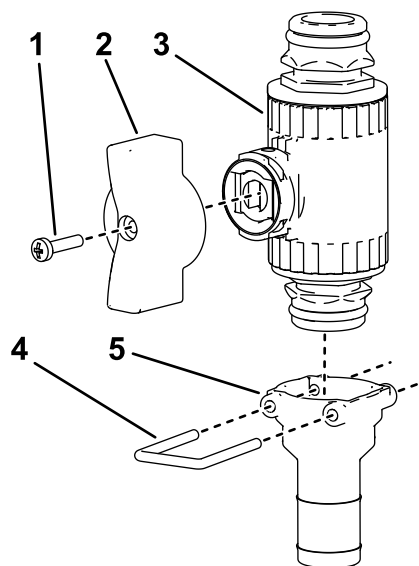

図 26
3. ウイングハンドルとストレートフィッティングをコントロールバルブに組み付ける(図 26)。
4. 図 26 に示すように、リテーナを使ってストレート継手をコントロールバルブに取り付ける。